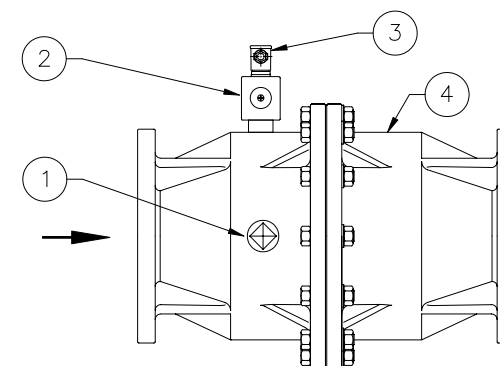

Fig. 3 Componenti elettrovalvole 500 mbar e 6 bar con attacchi DN 200 DN 200 500 mbar and 6 bar connections electro-valves components
- Avec attaches DN 200 (Fig. 3) tourner l'écrou de réarmement (1) dans le sens des aiguilles d'une montre jusqu'à l'enclenchement.
- Avec attaches DN 200 (Fig. 3)
- Avec attaches DN 200 (Fig. 3) vérifier périodiquement l'intervention de l'électrovanne. Il n'est prévu aucun autre type d'entretien périodique à effectuer sur le lieu de l'installation.
- **Con attacchi DN 200 (Fig. 3)** ruotare la manopola di riarmo (1) in senso orario fino ad avvenuto aggancio.
- **Con attacchi DN 200 (Fig. 3)** ruotare la manopola di riarmo (1) in senso orario*
- **Con attacchi DN 200 (Fig. 3)** verificare periodicamente l'intervento dell'elettrovalvola; non è previsto nessun altro tipo di manutenzione periodica da effettuarsi sul luogo dell'installazione.